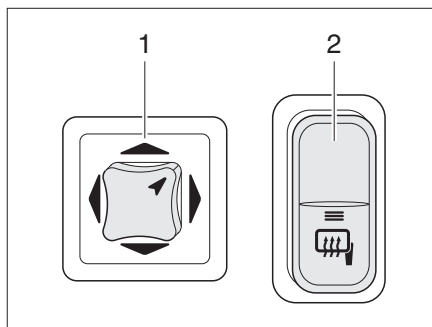

Fig. 28 Conmutadores para los retrovisores exteriores ajustables eléctricamente y la calefacción de los retrovisores
- Seleccionar el retrovisor que se desea ajustar. Para esto, girar el interruptor giratorio (Fig. 28,1) hacia la izquierda o hacia la derecha.
- Ajustar el retrovisor presionando el interruptor (Fig. 28,1) en la dirección correspondiente.
- Pulsar el interruptor (Fig. 28,2). La luz de control del interruptor se enciende de color naranja e indica el funcionamiento.